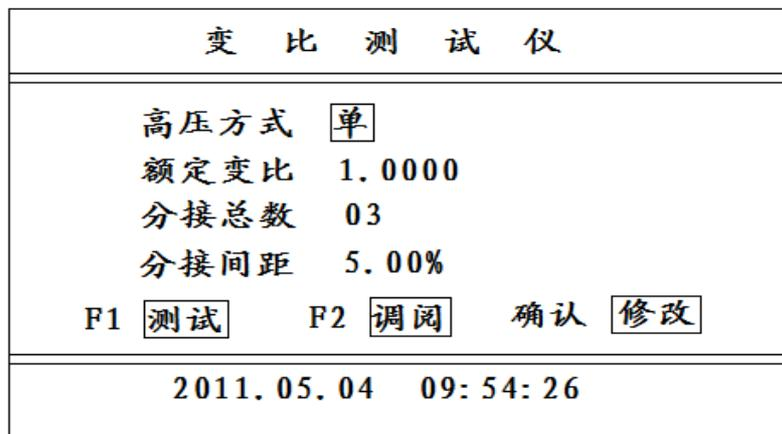

图 3
4 秒钟后屏幕显示见图 3。
3、时间设置：在开机图 3 界面下，按返回键，屏幕显示如下：
打开电源开关显示出主菜单（见图 3），此时按确认键，显示见图 5。
打开电源开关，显示主菜单（见图 3），操作与上例相似，只是额定变比的计算要注意，变压器铭牌高压端 9 分接电压值 $(525 / 1.)732 = 303$ ，. 低压侧电压 20 计算值是 $303 \cdot 1 / 20 =$ 输入到额定变比位置，在参数设置时，将高压方式改成“单”，然后进行测试。测试结果与图 4 相似。